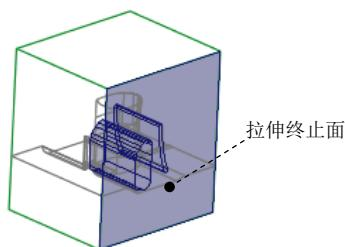
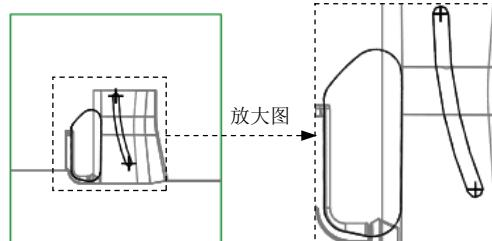

图 17.19 创建拉伸曲面
图 17.20 截面草图
Step3. 通过拉伸的方法创建图 17.19 所示的曲面。
(1) 单击 **分型面** 功能选项卡 **形状** 区域中的 拉伸按钮，此时系统弹出“拉伸”操控板。
(2) 定义草绘截面放置属性。右击，选择菜单中的 **定义内部草绘...** 命令；选择 MOLD_FRONT 基准平面为草绘平面，然后选取 MOLD_RIGHT 基准平面为参考平面，方向为 **右**。然后单击 **草绘** 按钮。
(3) 进入草绘环境后，利用“投影”命令绘制图 17.20 所示的截面草图。单击“草绘”操控板中的“确定”按钮 。
(4) 设置深度选项。
① 在操控板中选取深度类型 (到选定的)。
② 将模型调整到合适的视图方位，选取图 17.19 所示的坯料表面为拉伸终止面。
③ 在操控板中单击 **选项** 按钮，在“选项”界面中选中 封闭端 复选框。
(5) 在操控板中单击 按钮，完成特征的创建。
(6) 在“分型面”选项卡中单击“确定”按钮 ，完成分型面的创建。